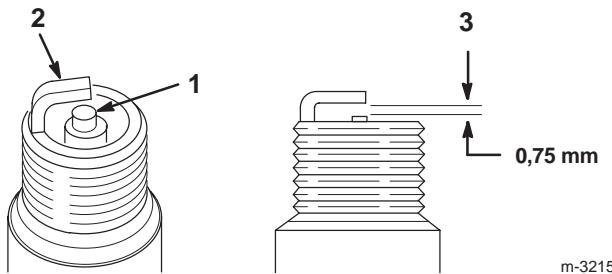

Figure 42
- Inspectez le centre des bougies (Fig. 42). Si le bec de l'isolateur est recouvert d'un léger dépôt gris ou brun, le moteur fonctionne correctement. S'il est couvert d'un dépôt noir, c'est généralement signe que le filtre à air est encrassé.
- Contrôlez l'écartement entre l'électrode centrale et l'électrode latérale (Fig. 42). Courbez l'électrode latérale (Fig. 42) si l'écartement est incorrect.